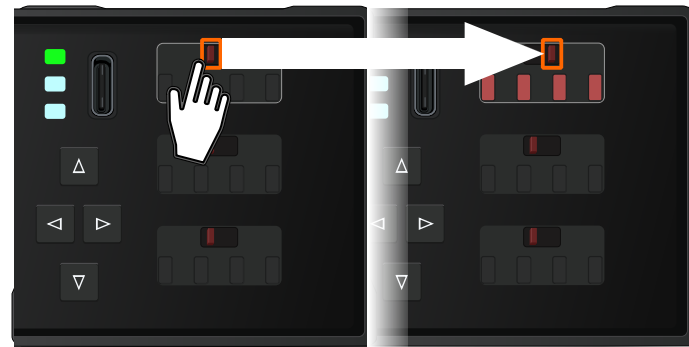

Abb. 48: Wichtig: Das Ändern des Zustandes eines Schauzeichens „von Hand“ schaltet auch das jeweilige Ausgangsrelais um.
2.	▷ Anschließend schalten Sie von Hand die Flx um auf den jeweils anderen Schaltzustand, wie in <a href="#">↪Abb. 48</a> gezeigt.